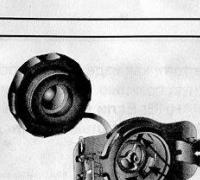

Fig 7
- Внимание: Не следует удерживать резиновую диафрагму.** (Рис. 7).